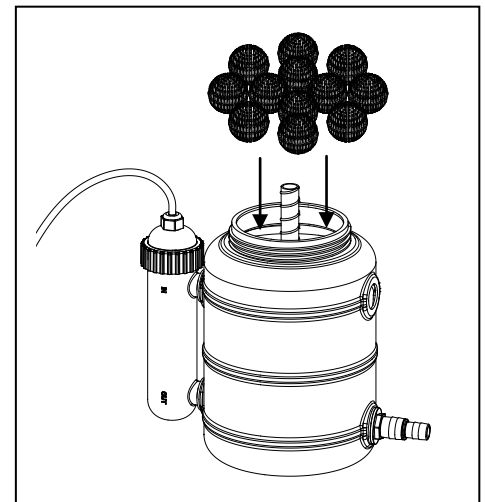

Fig. 3
3. Coloque las bolas biológicas en la parte inferior del tanque. Fig. 3